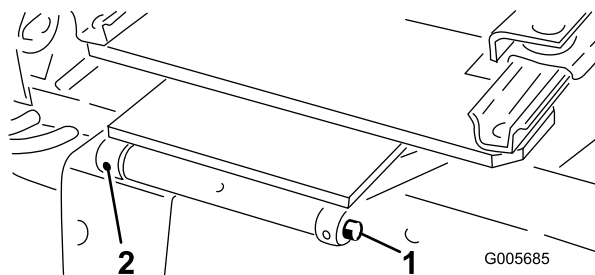

Bild 9
3. Montieren Sie den Sitz und die Sitzstütze mit dem Gelenkschaft und dem Spannstift an der Schwenkhalterung des Sitzes (Bild 9).
5. Montieren Sie den Sitz und die Sitzstütze mit dem Gelenkschaft und dem Spannstift an der Schwenkhalterung des Sitzes (Bild 9).